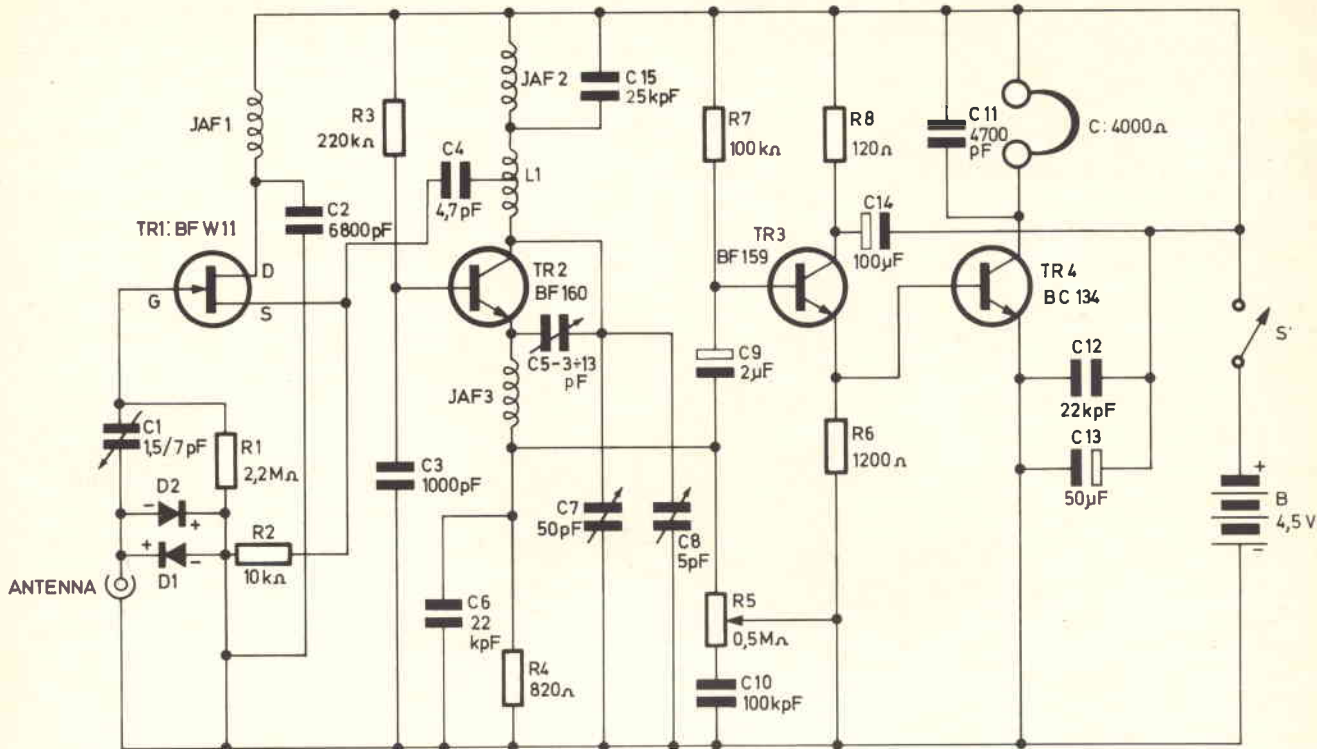

Fig. 1 - Schema elettrico del ricevitore impiegante quattro transistori dei quali uno ad effetto di campo.
■ Notare il valore mutato rispetto alla fig. 1-